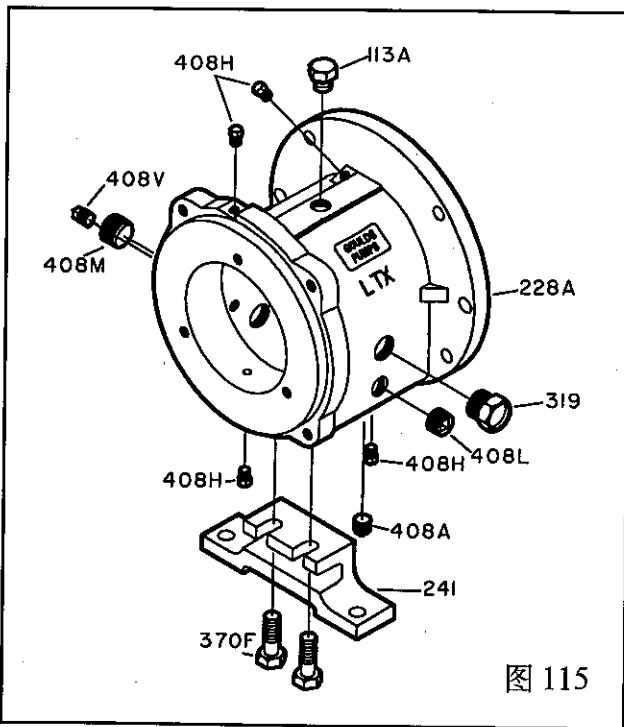

图 115
1. 将注油塞(113A)、排油塞(408A)、油标(319)、四个油雾连接塞(408H)或油脂接头(193)和油脂排出塞(113)、油冷却器进、出口塞(408L,408M)安装到轴承箱(228A)上(图 115)。